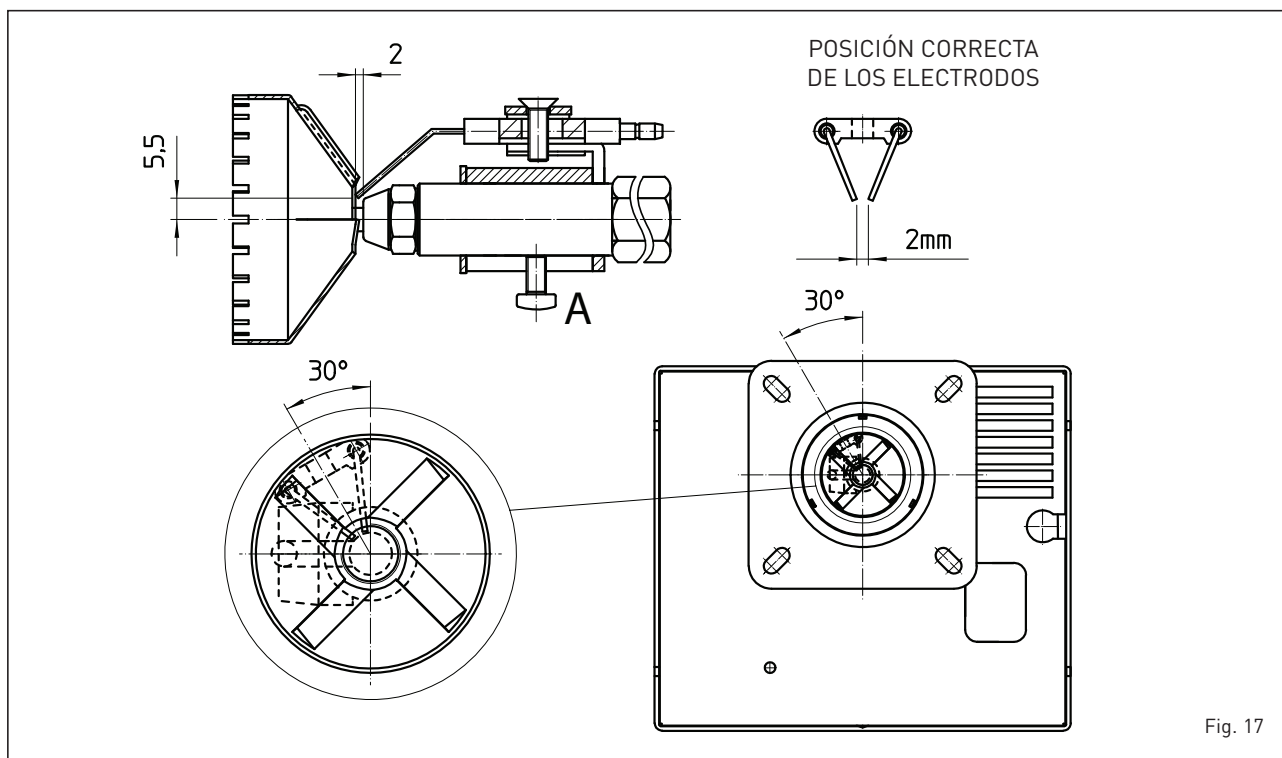

Fig. 17
4.7.2 Limpieza cabezal de combustión (fig. 17)
continuación (fig. 17):
- Aflojar los tornillos [A fig. 17] del soporte de electrodos y quitarlo.